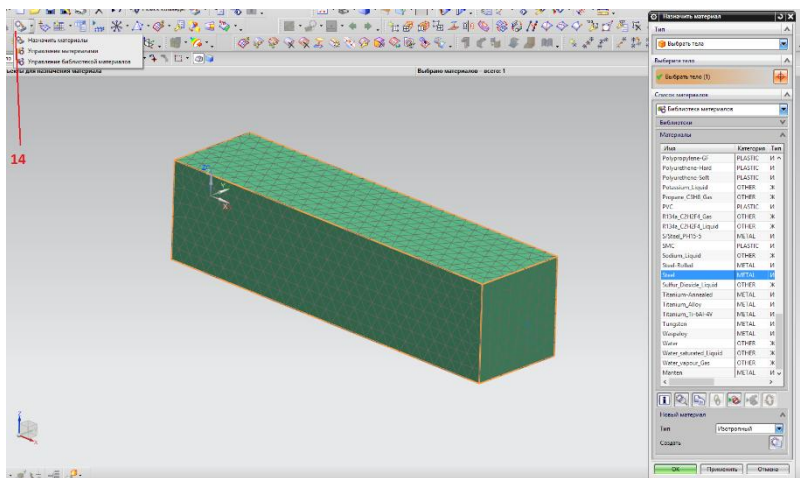

Рисунок 9. Окно для назначения материала
Теперь необходимо задать материал для нашей модели (рисунок 9). Для этого на панели инструментов выбрать команду «Назначить материалы» (14) и выберите тело. В появившемся окне выбрать материал для детали, в нашем случае – сталь (Steel).